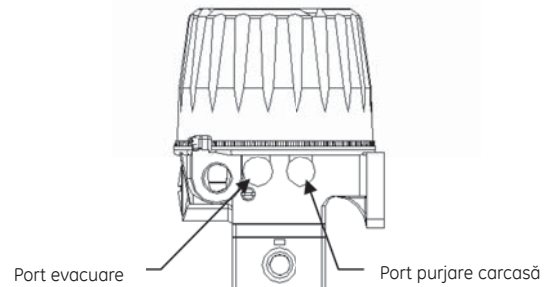

Figura 3
**Notă: Portul de ieșire este mai aproape de intrarea canalului pentru cabluri (latura LH) Portul de Purjare Închidere este pe latura RH. (Vedeți figura 3.)**